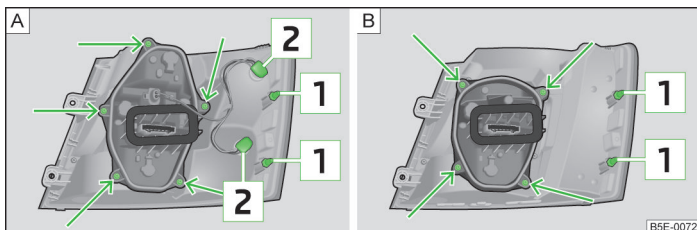

Abb. 227 Äußerer Teil der Leuchte: Grundleuchte / Leuchte mit LED-Dioden
- Die Rückleuchte vorsichtig in die Karosserie hineindrücken, sodass die Bolzen [1] » Abb. 227 auf Seite 259 an der Leuchte in die Aufnahmen in der Karosserie eingreifen » .
- Die Lampenfassung **[Z]** » **Abb. 227 entgegen dem Uhrzeigersinn** drehen und aus dem Leuchtengehäuse herausnehmen.
- Den Lampenhalter » **Abb. 227 - [A] bzw. [B]** mit dem Schraubendreher aus dem Bordwerkzeug abschrauben und den Lampenhalter aus der Rückleuchte herausnehmen.
- Die Lampenfassung bis zum Anschlag **entgegen dem Uhrzeigersinn** drehen und aus dem Leuchtengehäuse » **Abb. 227 - [C] bzw. [D]** herausnehmen.